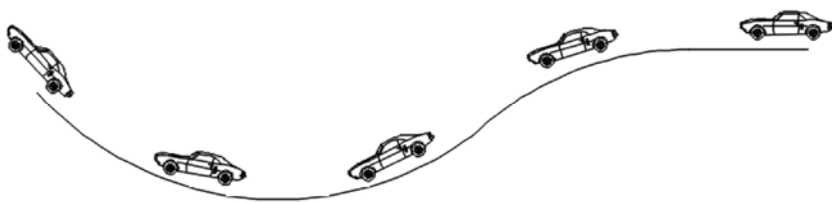

图 4-39 创建路径阵列的结果
- 6 单击“关闭阵列”按钮，完成创建该路径阵列的结果如图 4-39 所示。